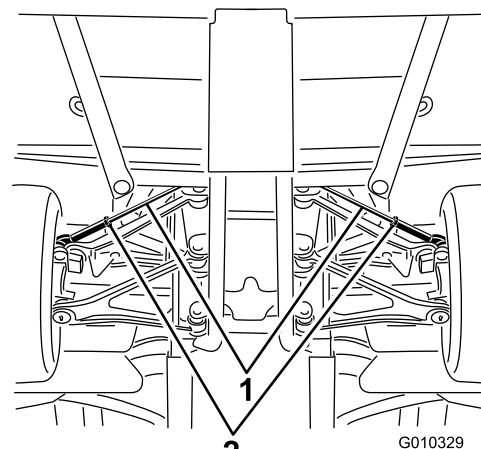

図 57
A. タイロッドの中心についているジャムナットをゆるめる 図 57。